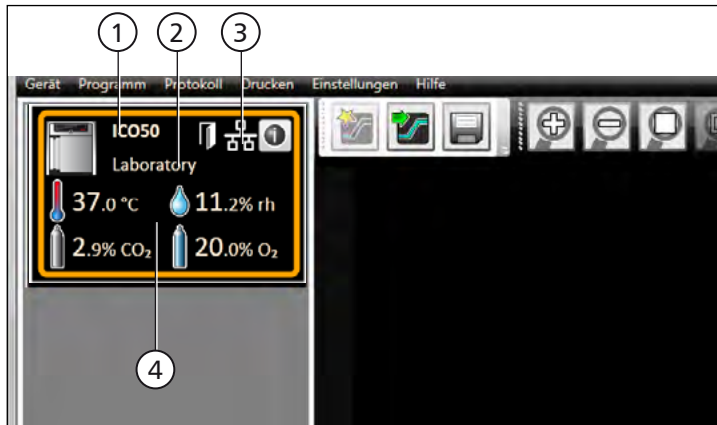

Abb. 1
- 1 Ist das Gerät über Ethernet mit dem PC verbunden und wurde es bereits einmal angemeldet, wird es automatisch erkannt und der aktuelle Betriebszustand (Temperatur, Alarme) angezeigt (Abb. 1).